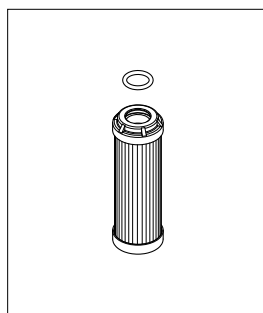

fig. 13
- (Fig. 13) Inserire l'O-ring nel cerchietto dell'elemento filtrante